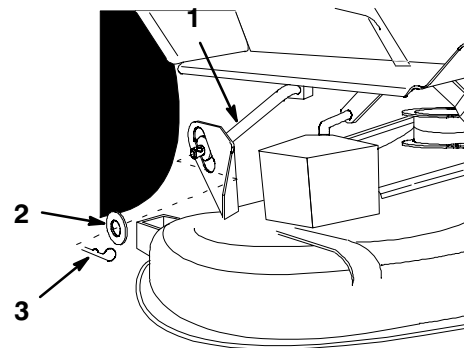

Bild 5
5. Bringen Sie die hinteren Führungsbüchsen, zuerst links und dann rechts, auf den Hubarmen an und schieben dann das Schneidwerk nach links in seine korrekte Einbaulage (Bild 5).
6. Befestigen Sie das Schneidwerk mit Scheiben und (2) 3-3/8"-Splints an den hinteren Hubarmen (Bild 5).